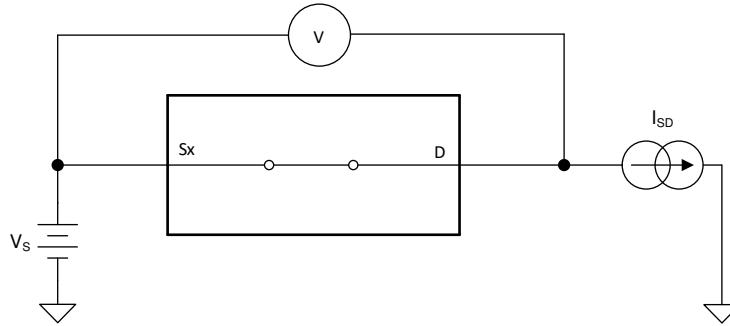

图 6-1. 导通电阻测量设置
器件的导通电阻是器件源极 (Sx) 和漏极 (D) 引脚之间的欧姆电阻。导通电阻随输入电压和电源电压的变化而变化。符号 R_{ON} 用于表示导通电阻。下图显示了用于测量 R_{ON} 的测量设置。图 6-1 显示了如何通过 $R_{ON} = V/I_{SD}$ 来计算 R_{ON} ，可以使用该设置来测量电压 (V) 和电流 (I_{SD})。